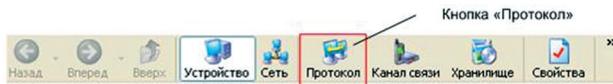

Рисунок 4.6 – Кнопка «Протокол» на панели инструментов.
4.8 Нажмите на панели инструментов кнопку «Протокол» (меню «Справочник -> Протокол обмена») (рисунок 4.6). В результате откроется окно «Справочник».